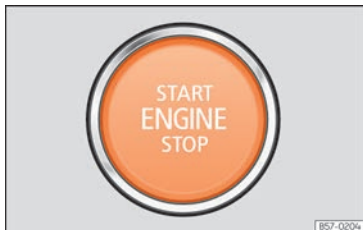

Fig. 147 Sur la partie inférieure de la console centrale : touche de démarrage.
- Appuyez sur la touche de démarrage  **fig. 147** sans appuyer sur l'accélérateur. Le moteur ne pourra démarrer qu'en présence d'une clé valide dans le véhicule. Après avoir
- Appuyez brièvement sur la touche de démarrage » » **fig. 147.**